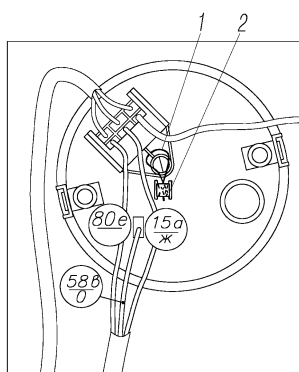
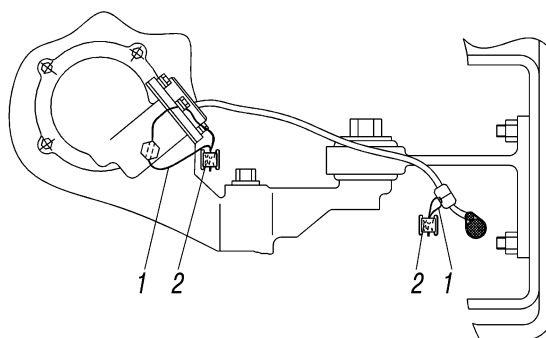
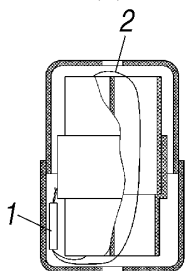

Рис. 1. Пломбировка спидометра:
Рис. 2. Пломбировка датчика спидометра:
Рис. 3. Пломбировка соединительной колодки питания спидометра:
39. Снятие пломб 1 (рис. 1) со спидометра, датчика спидометра (рис. 2) и колодки датчика (рис. 3) в гарантийный период эксплуатации без разрешения завода-изготовителя, лишает потребителя права на предъявление претензий.»